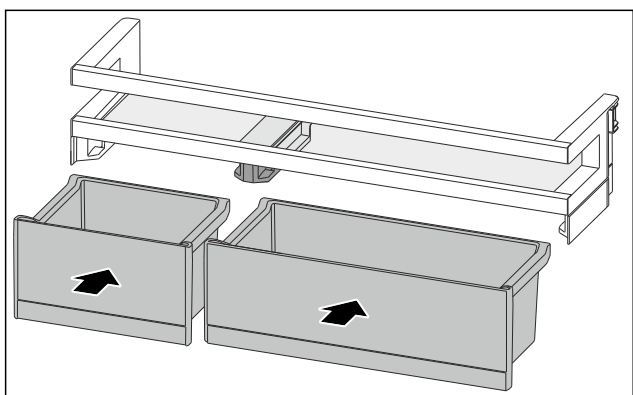

Fig. 187
- ▶ VarioBoxy vložte v opačném pořadí. (viz Fig. 187)